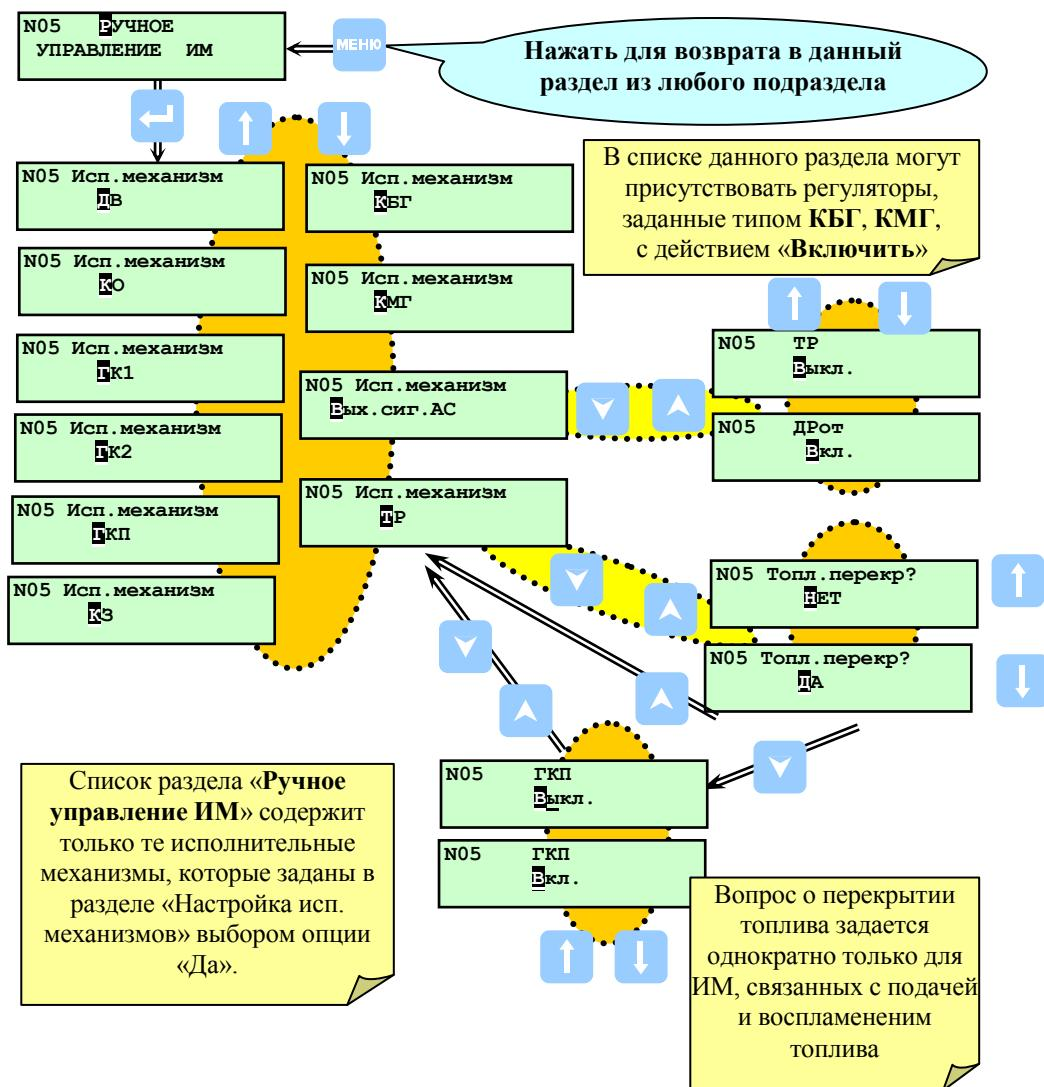

Рисунок 6.7.10.1 Раздел основного меню наладчика
**Внимание!** Перед ручным включением ИМ обеспечивающих подачу топлива и розжиг - ГК1, ГК2, ГКП, КМ, КЗ, ТрЗ необходимо убедиться в перекрытии топлива. Запрос наладчику «Топл. перекрыто?» выводится на табло при попытке включить/выключить указанные ИМ. Команда (ОТКР/ЗАКР) будет сформирована только после подтверждения перекрытия топлива (рисунок 6.7.10.1)